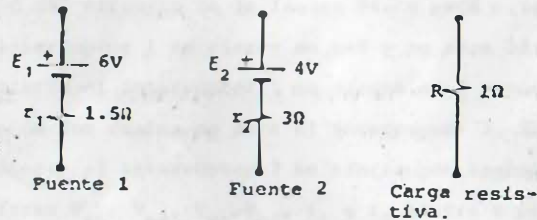

FIGURA P4.6
4.6 Se desea suministrar energía a un elemento resistivo  $R = 1\Omega$ , para esto se cuenta con las dos fuentes de fem de la figura P4.6. Calcule la potencia en el resistor obtenida al conectarlo a cada fuente por separado y a sus conexiones en serie y en paralelo. Obtenga una fuente equivalente de la conexión en serie de las fuentes y otra de la conexión - paralelo. Verifique que al conectar la carga resistiva a estos equivalentes, los resultados son los mismos que los obtenidos con anterioridad.